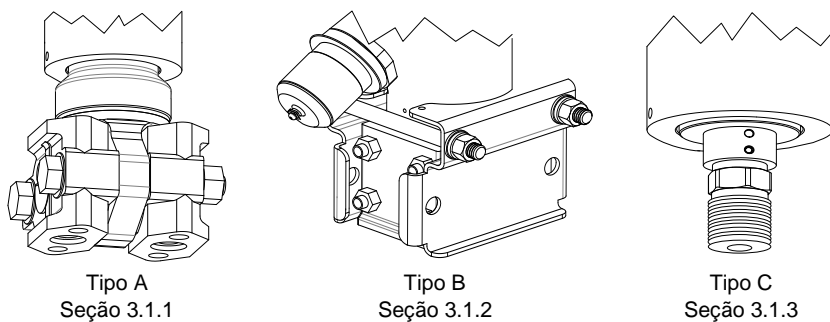

Fig. 2: Tipos de Transdutor/Opções de Montagem
2. O G4 EX será montado no suporte do poste de uma das três maneiras, com base no transdutor fornecido na unidade. A Fig. 2 mostra os três tipos de transdutores disponíveis. Localize a imagem que mais se aproxima do transdutor da unidade. Prossiga com as instruções correspondentes para montar esse tipo de unidade.